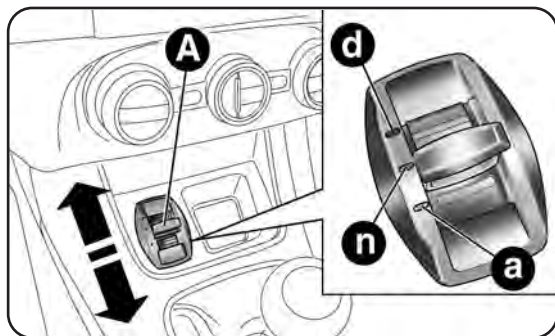

fig. 80
È un dispositivo che permette, agendo sulla levetta A-fig. 80 (ubicata sul tunnel centrale), di selezionare tre diverse modalità di risposta della vettura a seconda delle esigenze di guida e delle condizioni stradali:
Durante lo spostamento della levetta A-fig. 80 in posizione "d" l'attivazione della modalità "Dynamic" è confermata con una temporanea variazione di intensità luminosa (lampeggio) del quadro strumenti.
La levetta A-fig. 80 è di tipo monostabile, ovvero rimane sempre in posizione centrale. La modalità di guida inserita viene segnalata dall'accensione del corrispondente LED sulla mostrina e dall'indicazione sul display multifunzionale riconfigurabile, come di seguito illustrato:
Sposta la levetta A-fig. 80 verso l'alto (in corrispondenza della lettera "d") e rimani in questa posizione per 0.5 secondi e comunque fino a quando il relativo LED non s'illumina o l'indicazione "Dynamic" non viene visualizzata sul display (vedere figure). Dopo il rilascio la levetta A ritorna in posizione centrale.
Sposta la levetta A-fig. 80 verso il basso (in corrispondenza della lettera "a") e rimani in questa posizione per 0.5 secondi e comunque fino a quando il relativo LED non s'illumina o l'indicazione "All Weather" non viene visualizzata sul display (vedere figure).
Per disinserire la modalità "All Weather", e ritornare in "Normal", segui la stessa procedura descritta per la modalità "Dynamic", con la differenza che la levetta A-fig. 80 deve essere spostata in corrispondenza della lettera "a".
- In caso di avaria del sistema o della levetta A-fig. 80, non potrai inserire nessuna modalità di guida. Sul display verrà visualizzato un messaggio di avvertimento.